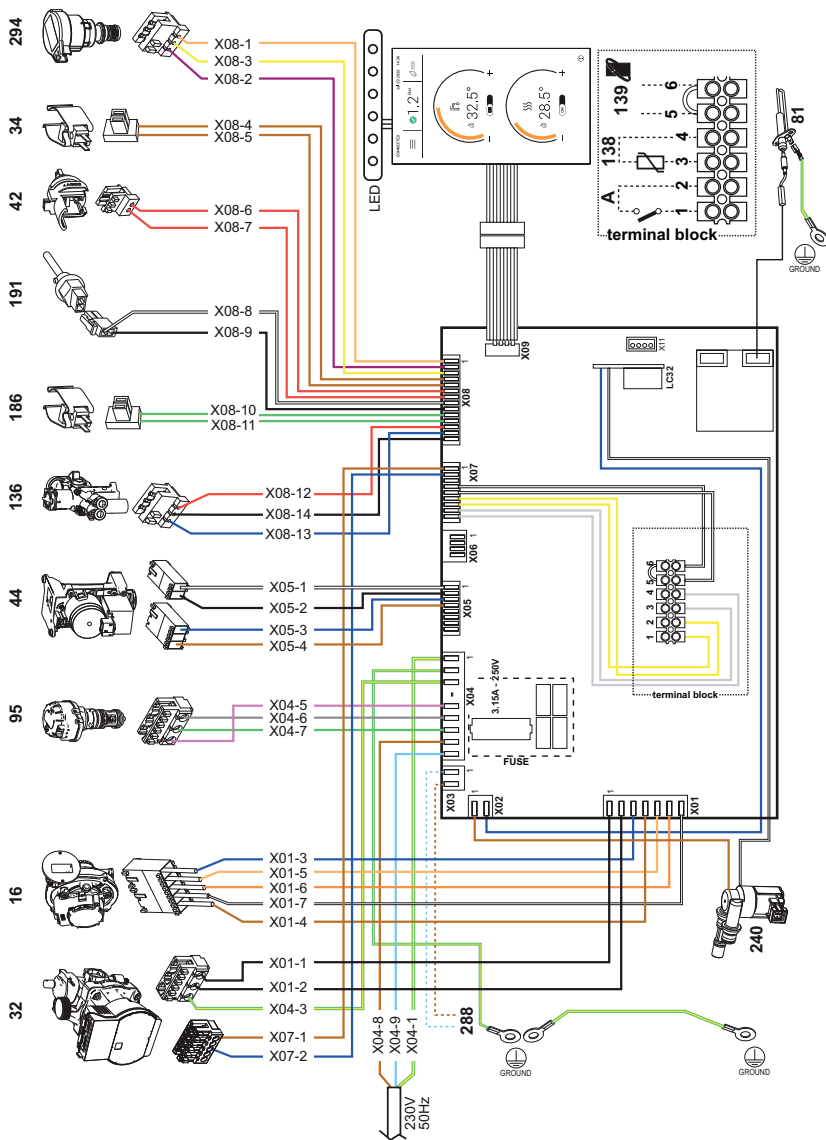

fig. 46- Esquema eléctrico
4.6 Esquema eléctrico (fig. 46)